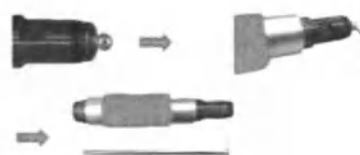

Рисунок 34. Снаряд, направляющая снаряда, разборка бампера.
(2) Метод замены
Как показано на Рис. 34- (1), поверните аппликатор для разборки и поверните центр пистолета для разборки. Используйте пинцет, чтобы удалить направляющую снаряда в центре отделенного пистолета или снаряд, оставшийся внутри пистолета, Рисунок 34- (2). Бампер также можно снять с помощью пинцета. Используйте шестигранный ключ, чтобы снять направляющую снаряда, как показано на Рисунке 34- (3). После замены новых деталей произведите сборку в обратном порядке.
- (1) Разберите аппликатор и пистолет.
- (2) Используйте пинцет, чтобы удалить направляющую снаряда в центре отделенного пистолета или снаряд, оставшийся внутри пистолета.
- (3) Снимите бампер с помощью пинцета.
- (4) Снимите направляющую снаряда с помощью шестигранного ключа.